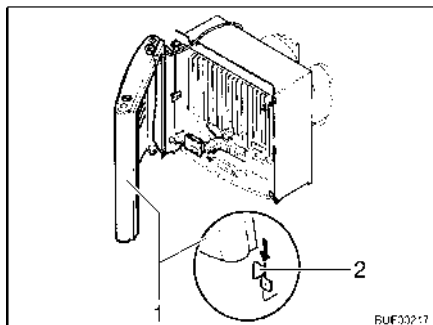

Fig. 115 Habillage du chauffage, pattes de retenue
- Monter l'habillage du chauffage. Pour ce faire placer l'habillage (Fig. 115,1) sur les pattes de retenue inférieures (Fig. 115,2).